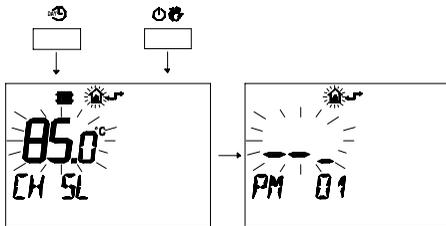

fig. 5.25
- 2 Premere contemporaneamente i pulsanti ON/OFF e CLOCK per entrare nella programmazione trasparente fig. 5.25